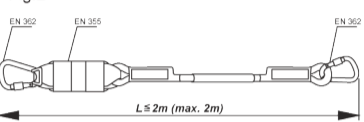

Fig.3
- Verbinden des Falldämpfers mit demn Gurt (Einbindepunkt nach EN361 benutzen)(Fig.3).